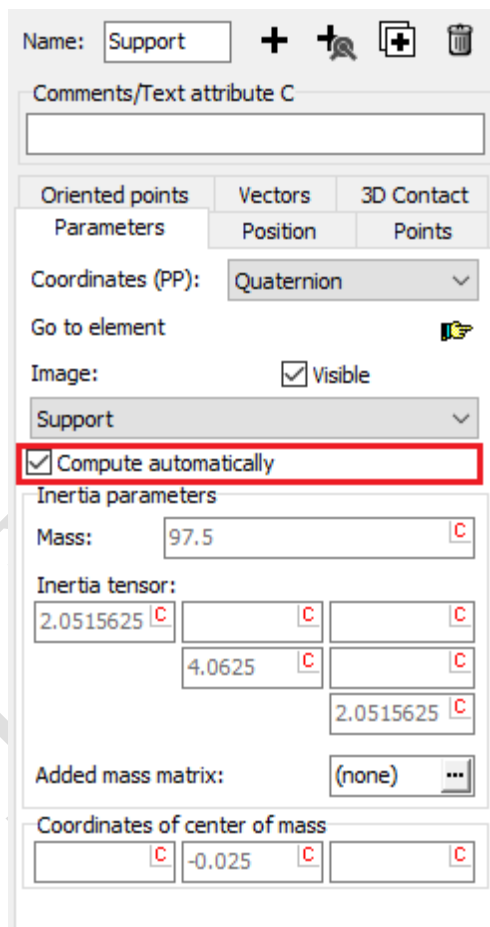

图 3.3 自动计算质量和惯量
4. 勾选 **Compute automatically** 选项，程序会根据几何图形和材料密度自动计算出刚体的质量和惯量参数，如图 3.3 所示。
4. 对每一个刚体, 都要勾选 **Compute automatically** 选项, 如图 3.3 所示。